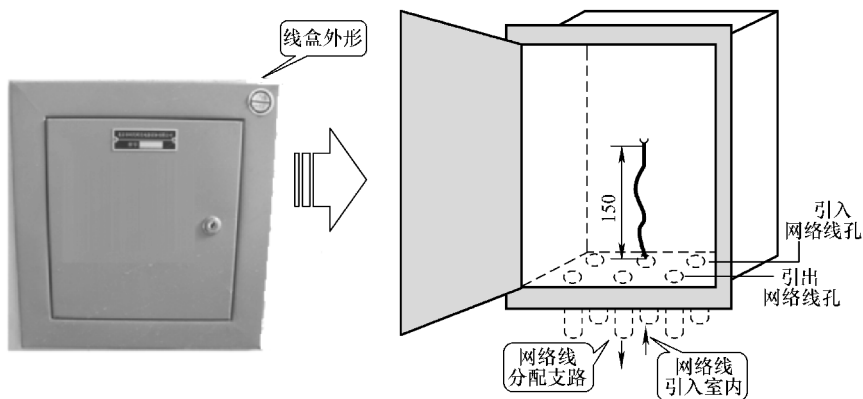

图6-28 入户线盒的安装
1) 网络线(以下简称网线)经过入户线盒引进室内,由于室内线盒内部的电线、电缆全部是弱电,所以选择了金属线盒,如图6-28所示为常见的网线入户线盒。